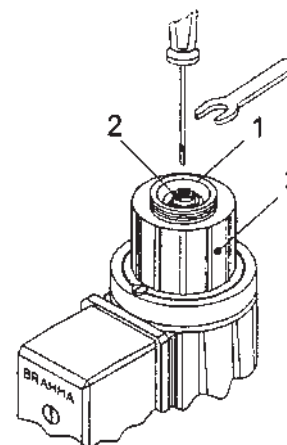

Рис. 4
Для того, чтобы изменить расход газа горелки используйте блок 3 узла замедления, изображённого на рис. 4.
Регулировка выполняется при помощи винта (1), указанного на рис. 4.
Осуществляется посредством вращения регулятора (2), изображённого на рис. 4. Вращение по часовой стрелке посредством шестигранного ключа (6 мм.) приводит к замедлению быстрого скачка и, наоборот, - к ускорению скачка.